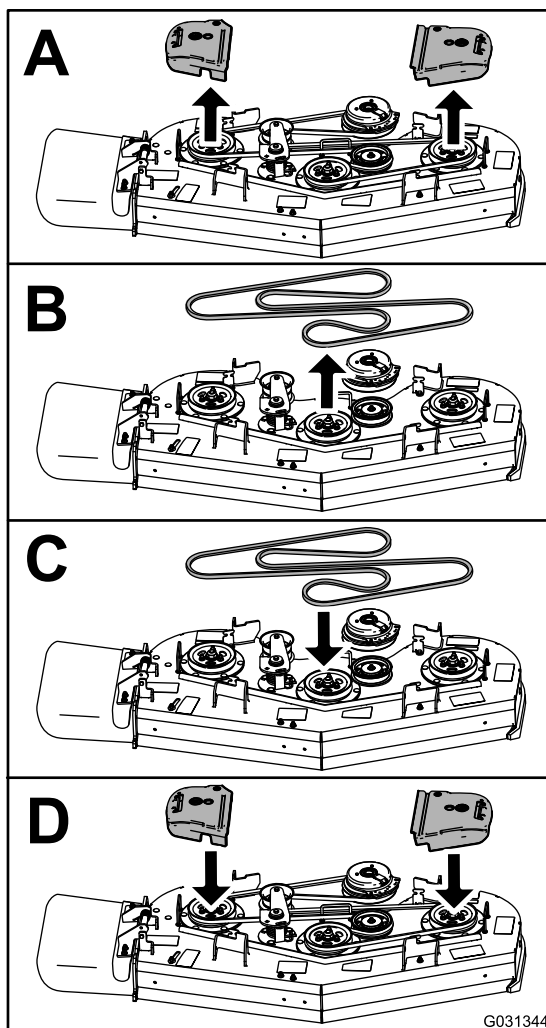

Figure 66
4. Remplacez la courroie comme montré à la Figure 66.
7. Enlevez la courroie du tablier de l'embrayage et de la butée d'embrayage (Figure 66).